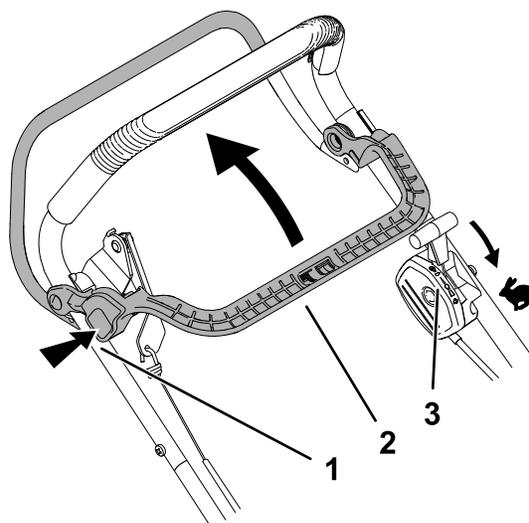

Figura 15
1. Certifique-se de que a alavanca de controle do acelerador está na posição RÁPIDO (Figura 15).
2. Pressione o botão do trinco BBC e empurre a alavanca de controle BBC para trás contra a pega (Figura 15).